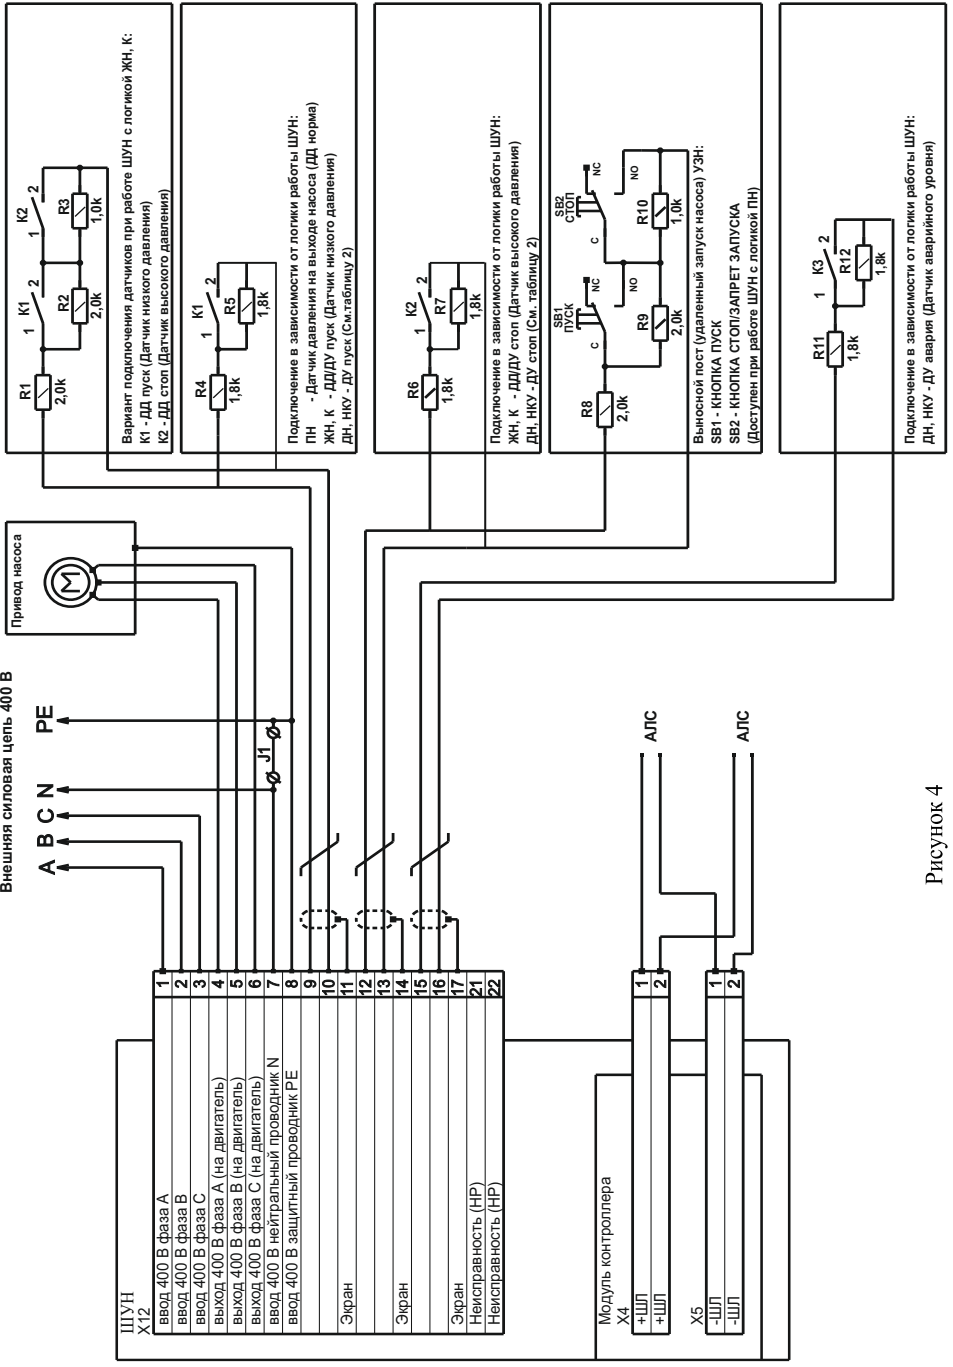

Рисунок 4
2.3 ШУН предназначен для работы в сетях TN-S или TN-C. Выбор системы TN-C производится установкой в клеммы 7 и 8 перемычки J1 (См. рисунок 4). Перемычка входит в комплект поставки.